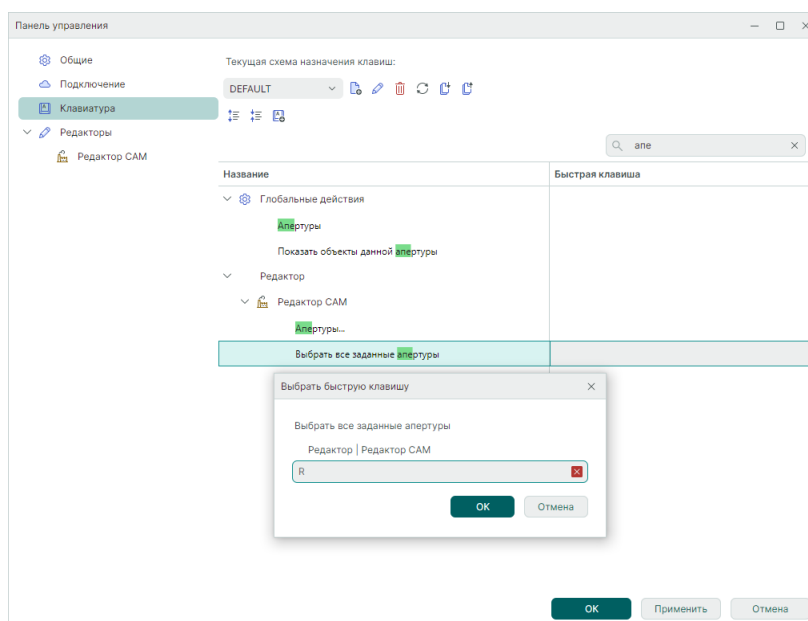

Рис. 75 Выбор быстрой клавиши
3. На экране отобразится окно «Выбор быстрой клавиши». Нажмите на клавиатуре клавишу (или комбинацию клавиш), см. Рис. 75. Нажмите «ОК».